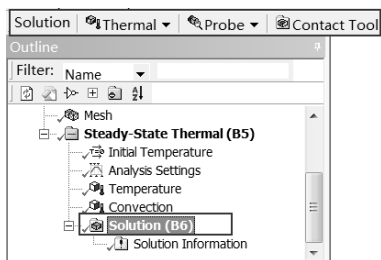

图 15-24 Solution 工具栏
Step1：选择 Mechanical 界面左侧 Outline（分析树）中的 Solution（B6）选项，此时会出现如图 15-24 所示的 Solution 工具栏。